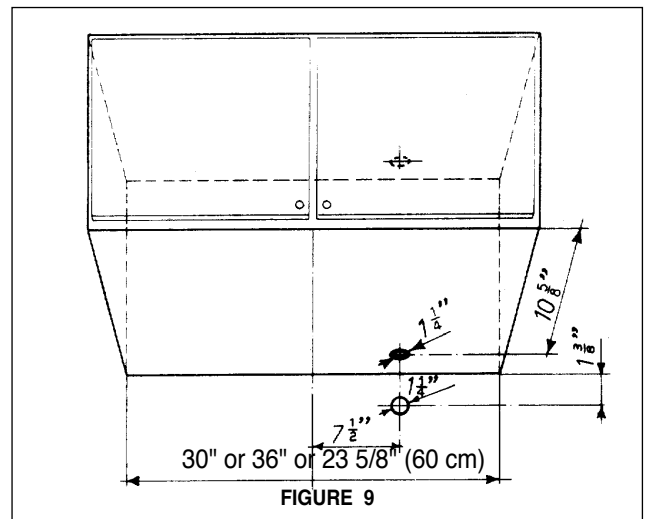

FIGURE 9
5. Déterminer l'emplacement approprié pour le câble d'alimentation. Deux emplacements possibles sont illustrés à la FIGURE 9. Utiliser une mèche de 1 1/4 po pour faire un trou et y passer le câble d'alimentation. Utiliser du calfeutrage pour sceller tout autour du trou. NE PAS mettre en circuit tant que l'installation n'est pas complétée.